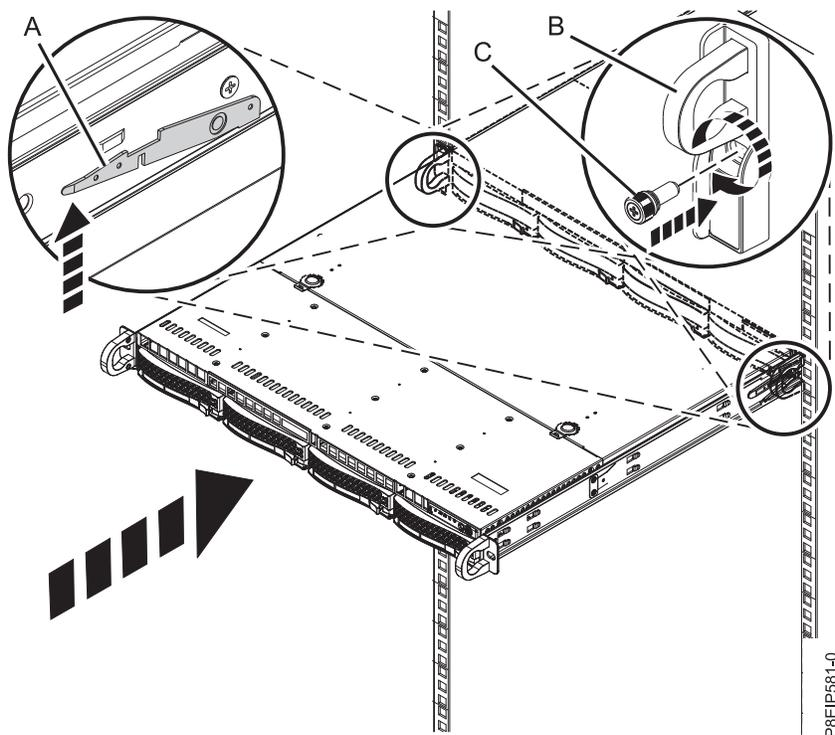

Figure 70. Mise en position de fonctionnement du système
4. Libérez les loquets de sécurité des glissières **(A)** en les soulevant, comme illustré dans la figure 70, à la page 79, puis insérez le système complètement dans l'armoire à l'aide des poignées **(B)**.